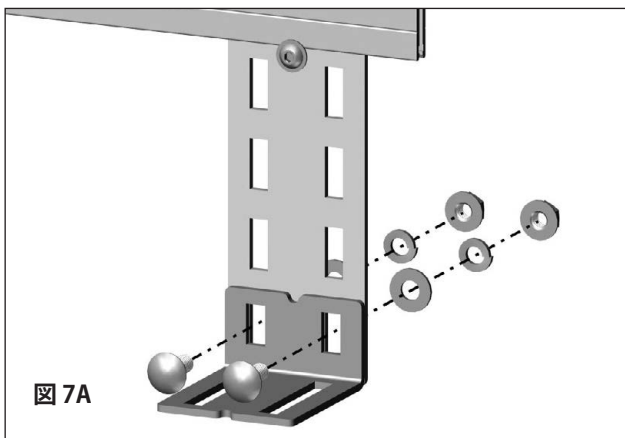
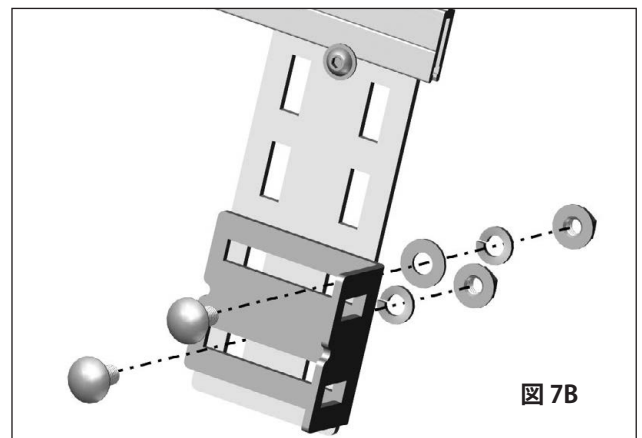

図 7A
図 7B
7. 角ブラケットの希望位置を決めます (図 7A)。2 本のボルトを使用して、角ブラケットを垂直サポートの希望スロット位置の中心に緩く取り付けます (図 7B)。